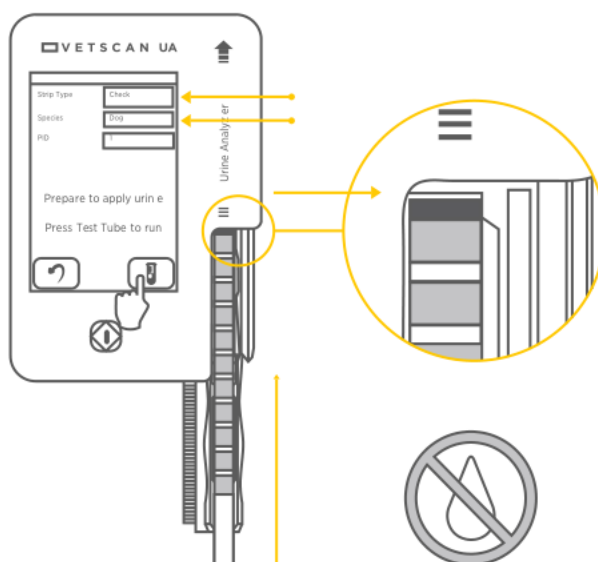

Fig. 21 Empezando una prueba de Tira de Control.
4. Con el VETSCAN UA Analizador de Orina encendido, seleccione Control (Check) en **Tipo de tira (Strip Type)** e ingrese "0" para **ID del paciente [Patient ID (PID)]** en la pantalla de inicio. (Fig. 21). El campo **Especie (Species)** se ignorará cuando el **Tipo de tira (Strip Type)** sea de Control (Check). Presione el botón **Prueba (Test)** y coloque la Tira de Control en la Bandeja de Tiras, alineando el extremo de la Tira de Control con el borde de la cubierta superior del VETSCAN UA Analizador de Orina (ver la flecha, Fig. 21). NO moje la Tira de Control. El analizador realizará una corrida con la Tira de Control.